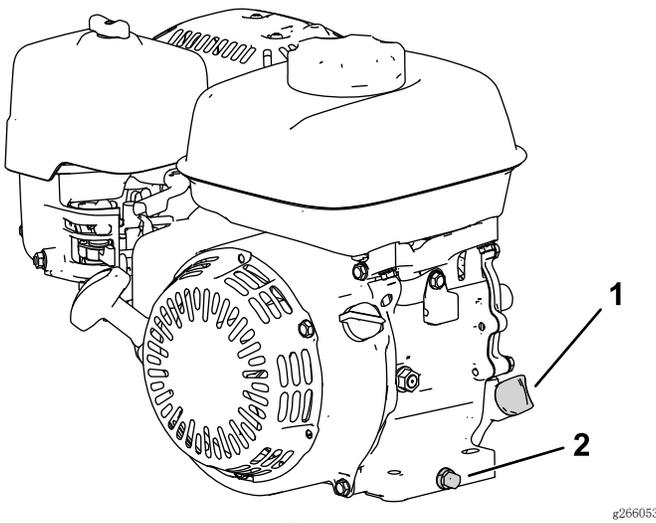

图 29
2. 调整机器，使发动机保持水平，并清洁加油管周围的区域（图 29）。
3. 取出排油塞、垫圈和量油尺（图 29）。